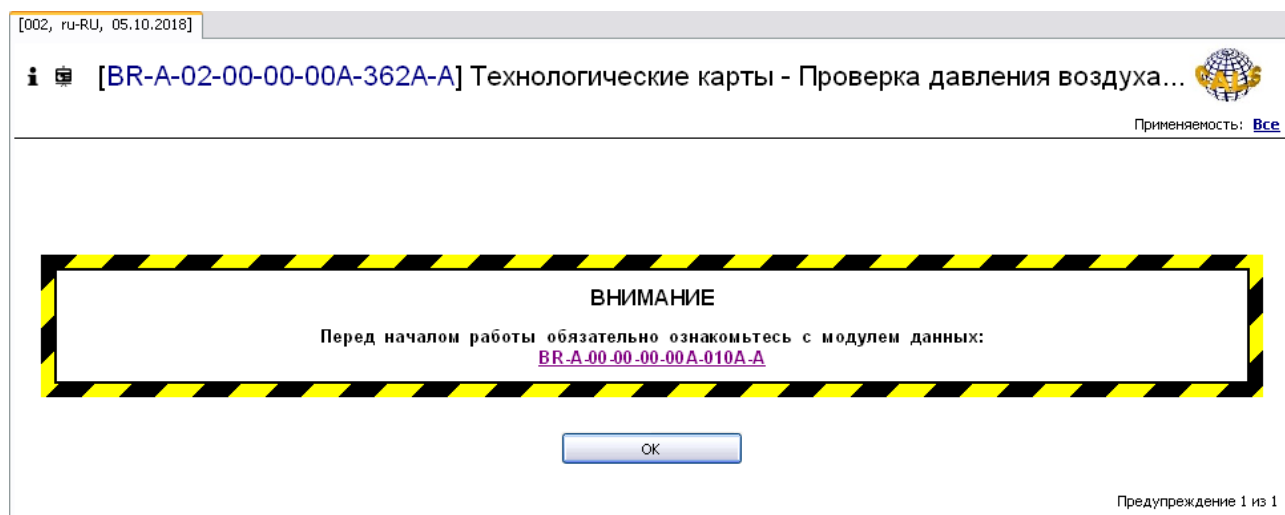

Рис. 137
2. На вкладке **Структура** выберите МД типа «Технологическая карта». В правом окне появится сообщение с общими для всего МД блоками (или со всеми, в зависимости от настроек, выбранных в окне **Настройки**) «Предупреждение» и «Внимание» (Рис. 137).